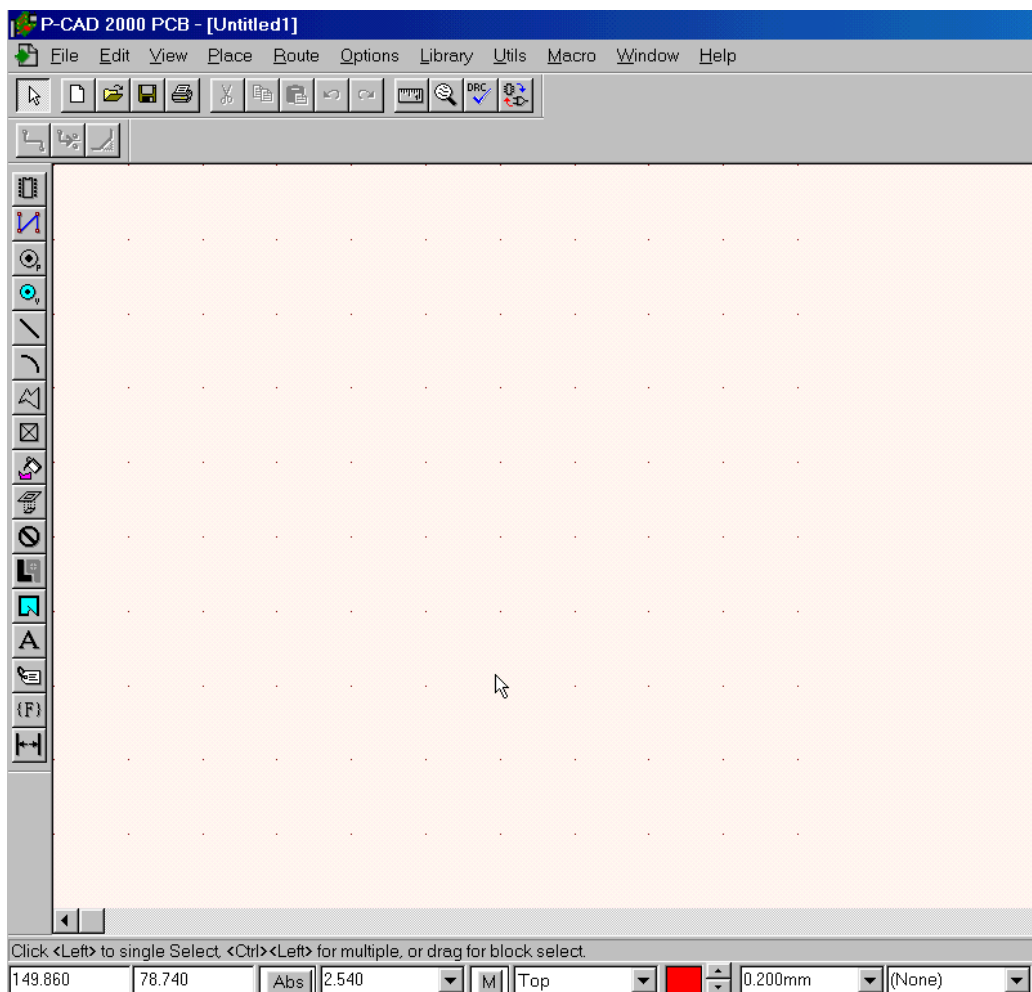

Рис. 7-1. Рабочий экран редактора печатных плат
- 2) Появится заставка пакета, а затем рабочий экран редактора печатных плат (см. рис. 7-1).